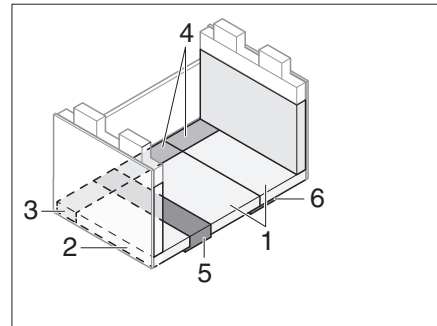

Bild 198 Efter ombyggnaden
- Lägg sits-, ryggstöds- och extradynorna som visas på Bild 198.
- ▷ För att uppnå en högre liggkomfort kan mellanlägget tas bort från ryggdynan (Bild 198,2).